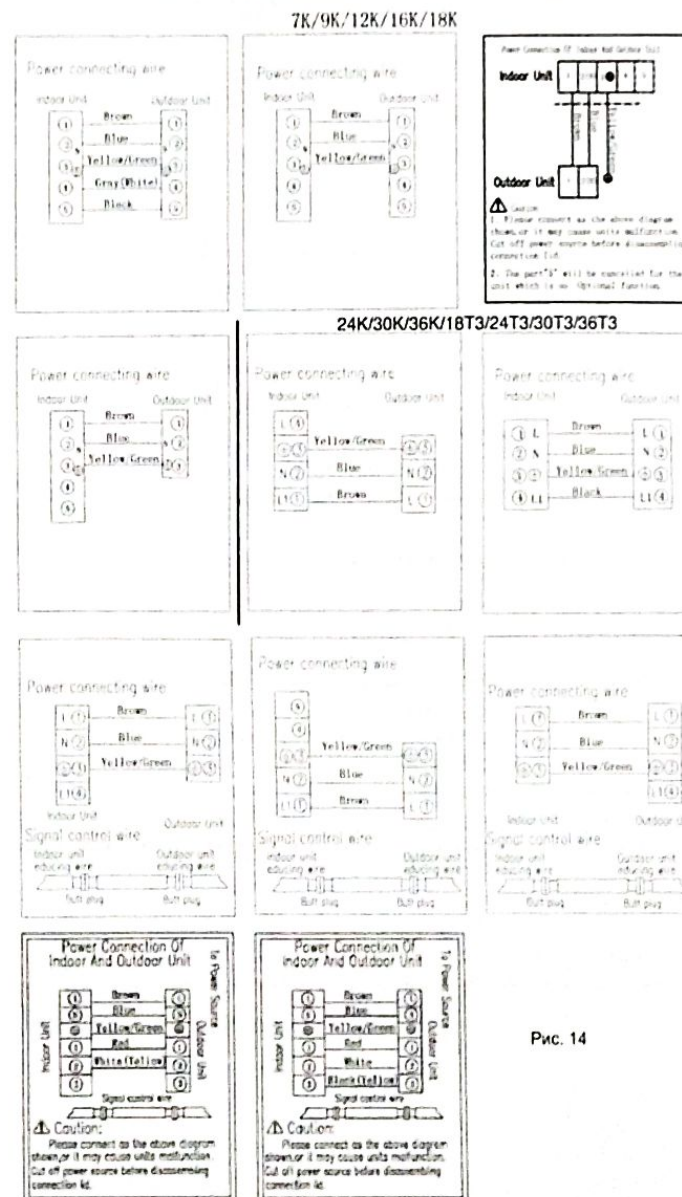

Рис. 14
(Рис. 14. Пожалуйста, выберите ту же самую схему подключения только с электрической схемой блока.)
- Подключите соединительного провода в соответствующие терминалы по-отдельности. (Рис. 14)